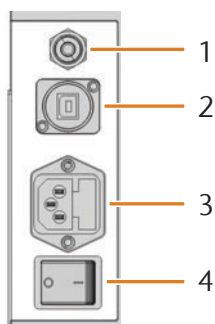

Abb. 2: ANSCHLUSSPANEL AUF DER RÜCKSEITE
- [1] Anschlusspanel auf der Rückseite (☞ Abb. 2)